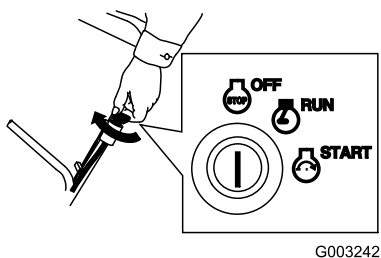

Figura 29
1. Gire la llave a la posición de Desconectado (Figura 29).